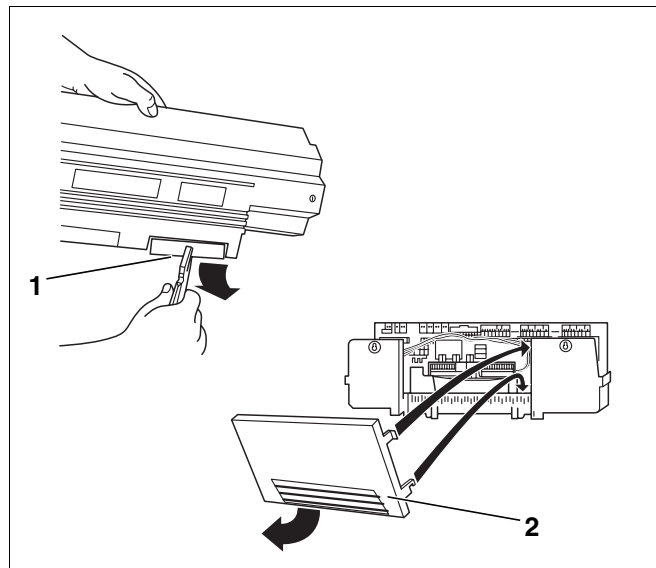

Рис. 44 Подготовка кабельного прохода
- При необходимости выломать заглушки (рис. 44, поз. 1) в задней стенке кабельного канала (Logamatic 33..) или снять часть задней стенки (Logamatic 43..) (рис. 44, поз. 2).
- Вставить нижние крюки задней стенки (Logamatic 43..) в рамку и нажать на нее сверху до фиксации боковых крюков (рис. 44, поз. 2).